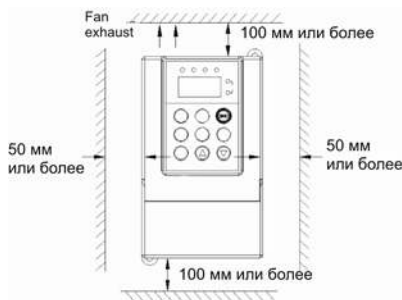

Рис. 3-1 Пространство установки
(1) Инвертор устанавливается вертикально, горизонтальная установка серьезно влияет на отвод тепла, и инвертор должен использоваться с меньшей нагрузкой.
(2) Требования к минимальному пространству для установки и к расстояниям представлены на рис. 3-1.